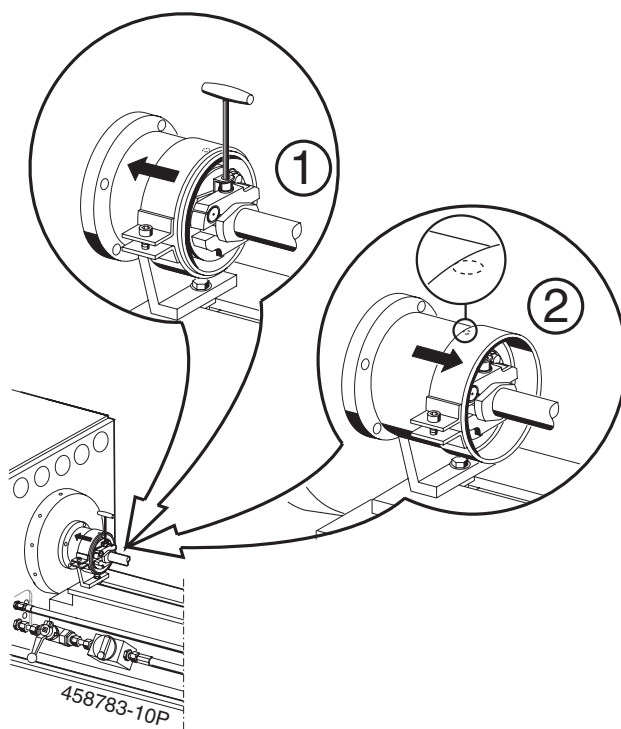

Fig. 7: Cuffia di protezione e anello di protezione
2. Inserire l'anello di protezione sulla cuffia fino all'arresto (vedi fig. 7, pos. 1).
3. Fissare la pompa di distribuzione nel giunto di comando (vedi fig. 7, pos.1).
4. Spingere in avanti l'anello di protezione fino al punto in cui il foro sulla cuffia di protezione è ancora completamente coperto (vedi fig. 7, pos. 2). L'anello di protezione a questo punto copre il giunto di comando. Fissare l'anello di comando in questa posizione.